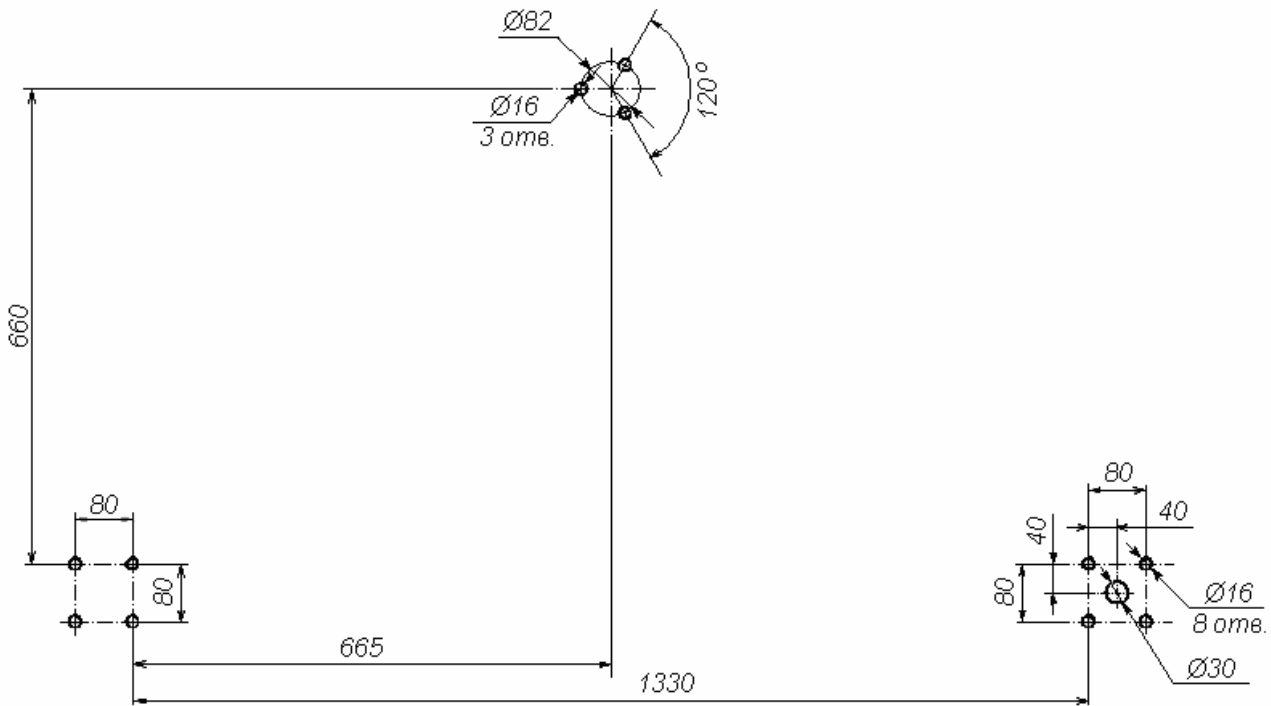

Рисунок 12. Схема разметки для установки рамы и стойки ограждения ЭП (Ø30 – зона подводки кабелей)
2. Произведите на установочной поверхности разметку и разделку отверстий под гильзы анкеров для крепления рамы и стойки ограждения ЭП согласно рис. 12.